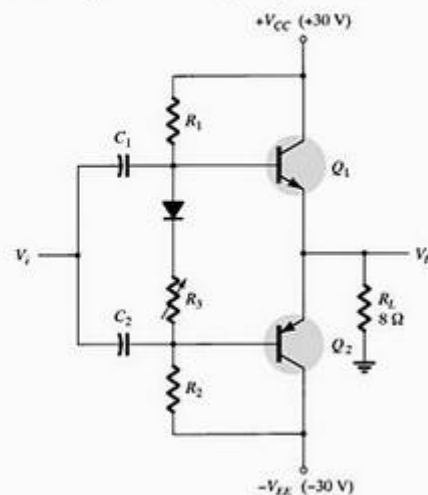

Figura 15.36 Problemas 16, 17 e 27.
16. Para o amplificador classe B da Figura 15.36, calcule:
- * 17. Se a tensão de entrada para o amplificador de potência da Figura 15.36 for 8 V rms, calcule:
- * 27. Utilize o Design Center para desenhar o esquema da Figura 15.36, com $V_i = 25$ V(p). Determine a eficiência do circuito.